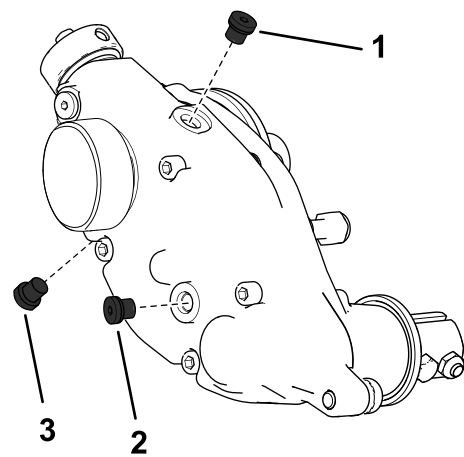

Bild 22
2. Entfernen Sie die Ablassschraube unten am Gehäuse (Bild 22).
3. Entfernen Sie die Füllschraube an der Seite des Gehäuses und lösen Sie die Entlüftungsschraube oben, damit Luft eintreten kann (Bild 22).
7. Setzen Sie die Ablassschraube ein (Bild 22).